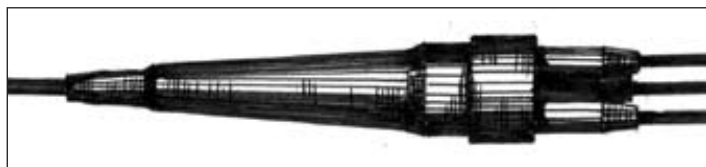

Рисунок 4.13 - Расположение трех ответвляющихся кабелей в одной плоскости
4.2.5 В случае, когда разветвительная часть муфты представляет собой оголовник с тремя патрубками, ответвляющиеся кабели располагают в одной плоскости (рисунок 4.13) и фиксируют 5 витками ленты ПВХ.